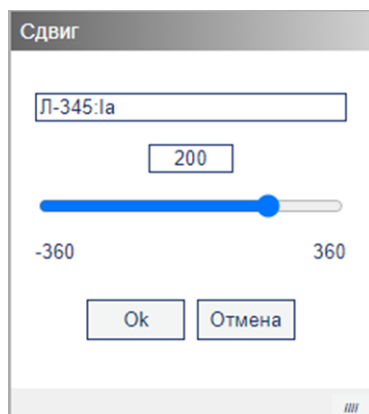

Рисунок 24 – Диалоговое окно фазового сдвига
- задать в открывшемся окне «Сдвиг» (рис. 24) величину фазового сдвига (в градусах) – с помощью клавиатуры или бегунком, расположенным под числовым полем ввода величины фазового сдвига;